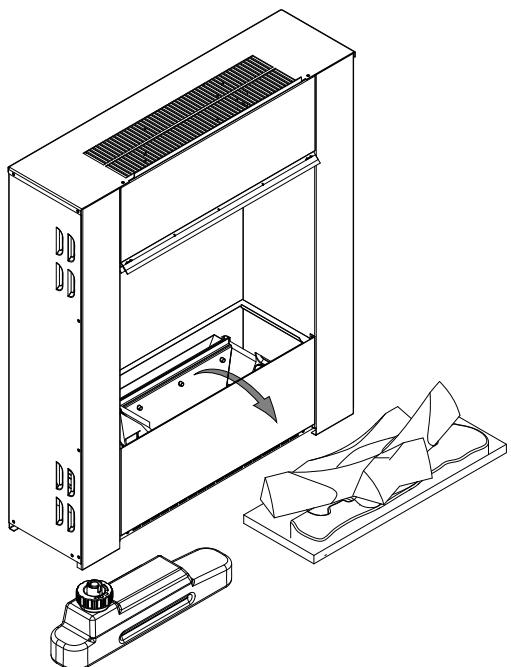
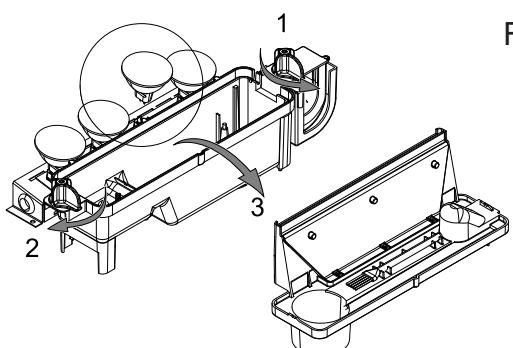

Fig.3
Fig.4
1. Не выключая эффект пламени, поднимите топочную корзину и бак для воды. (см. рис. 3) и выньте насадку (см. рис. 4)
7. Извлеките неисправную лампу, осторожно подняв ее вертикально и отсоединив штырьки от патрона (см. рис. 4 и 4а). Замените ее цветной лампой Opti-myst, 12 В, 50 Вт, с цоколем GU5.3 и углом расхождения светового пучка 8°. (Лампы можно приобрести на сайте www.dimplex.co.uk в разделе «Послепродажное обслуживание»; порядок приобретения ламп описан на сайте).